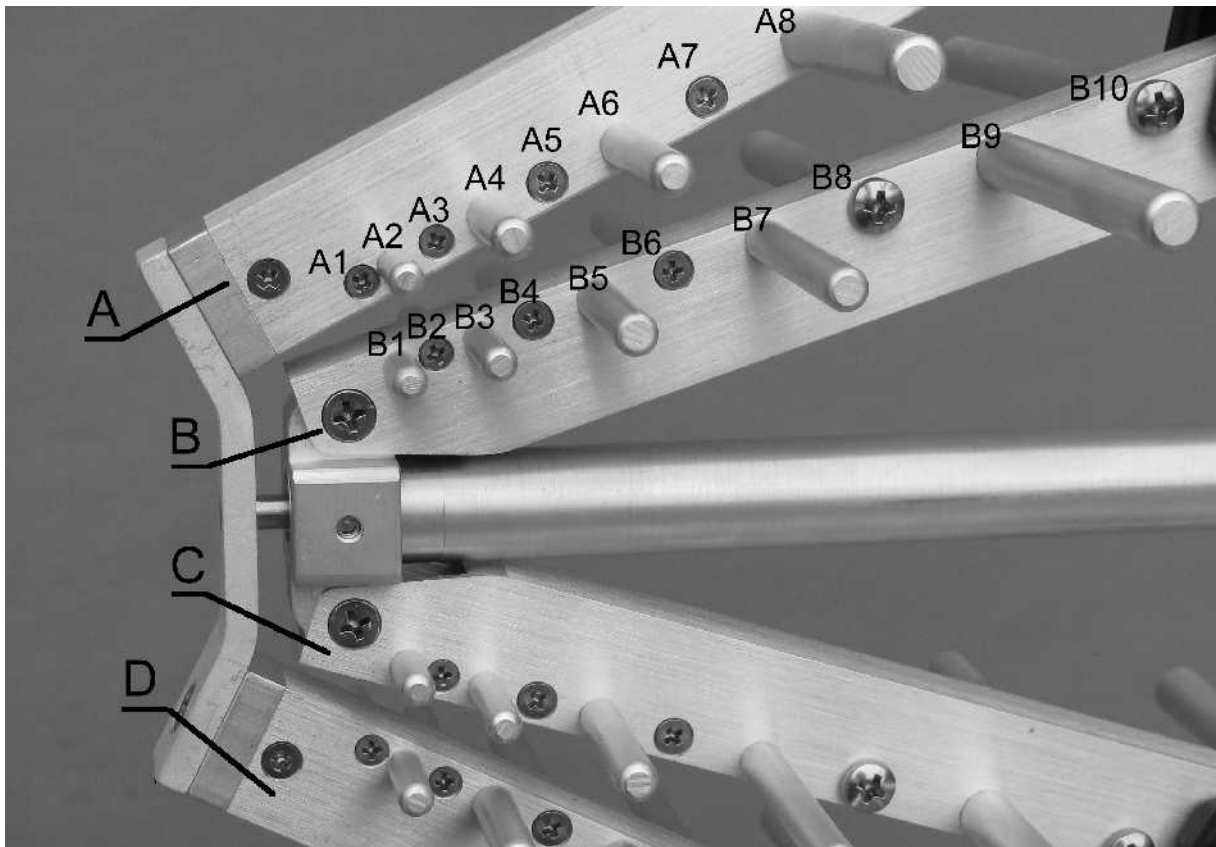
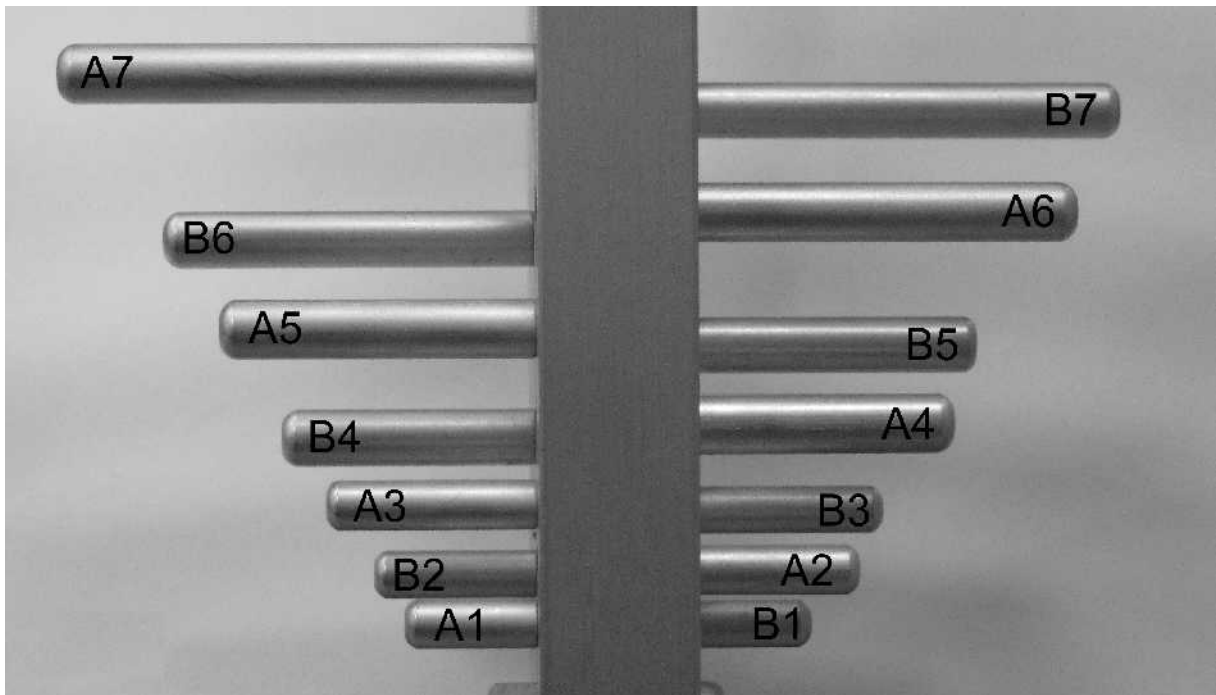

Fig. 3
Fig. 4
2.) Gegenüber liegende Elemente auf **A** und **B** (**C** und **D**) haben die gleiche Länge ($A_1=B_1$, $A_2=B_2$...), siehe Fig.3 und Fig.4.
3.) Elemente mit zunehmender Länge sind auf jeder Speiseleitung **A** bis **D** abwechselnd rechts / links installiert, siehe Fig.3 und Fig.4.
2.) Oppositely mounted elements on **A** and **B** (**C** and **D**) have the same length ($A_1=B_1$, $A_2=B_2$...), see Fig.3 und Fig.4.
3.) Looking along **A** the element length rises from element to element in alternating direction. (Analog for **B**, **C** and **D**), see Fig.3 and Fig.4.